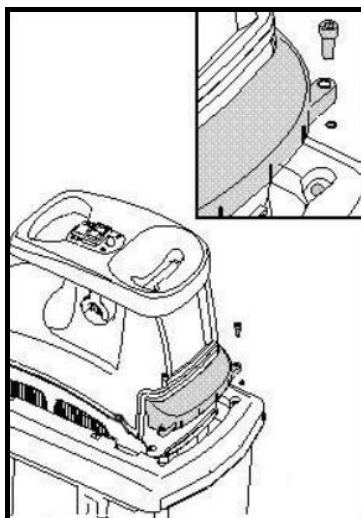

Fig. 9
8. Fixe a placa de posicionamento na estrutura da base com dois parafusos. (Fig. 9)